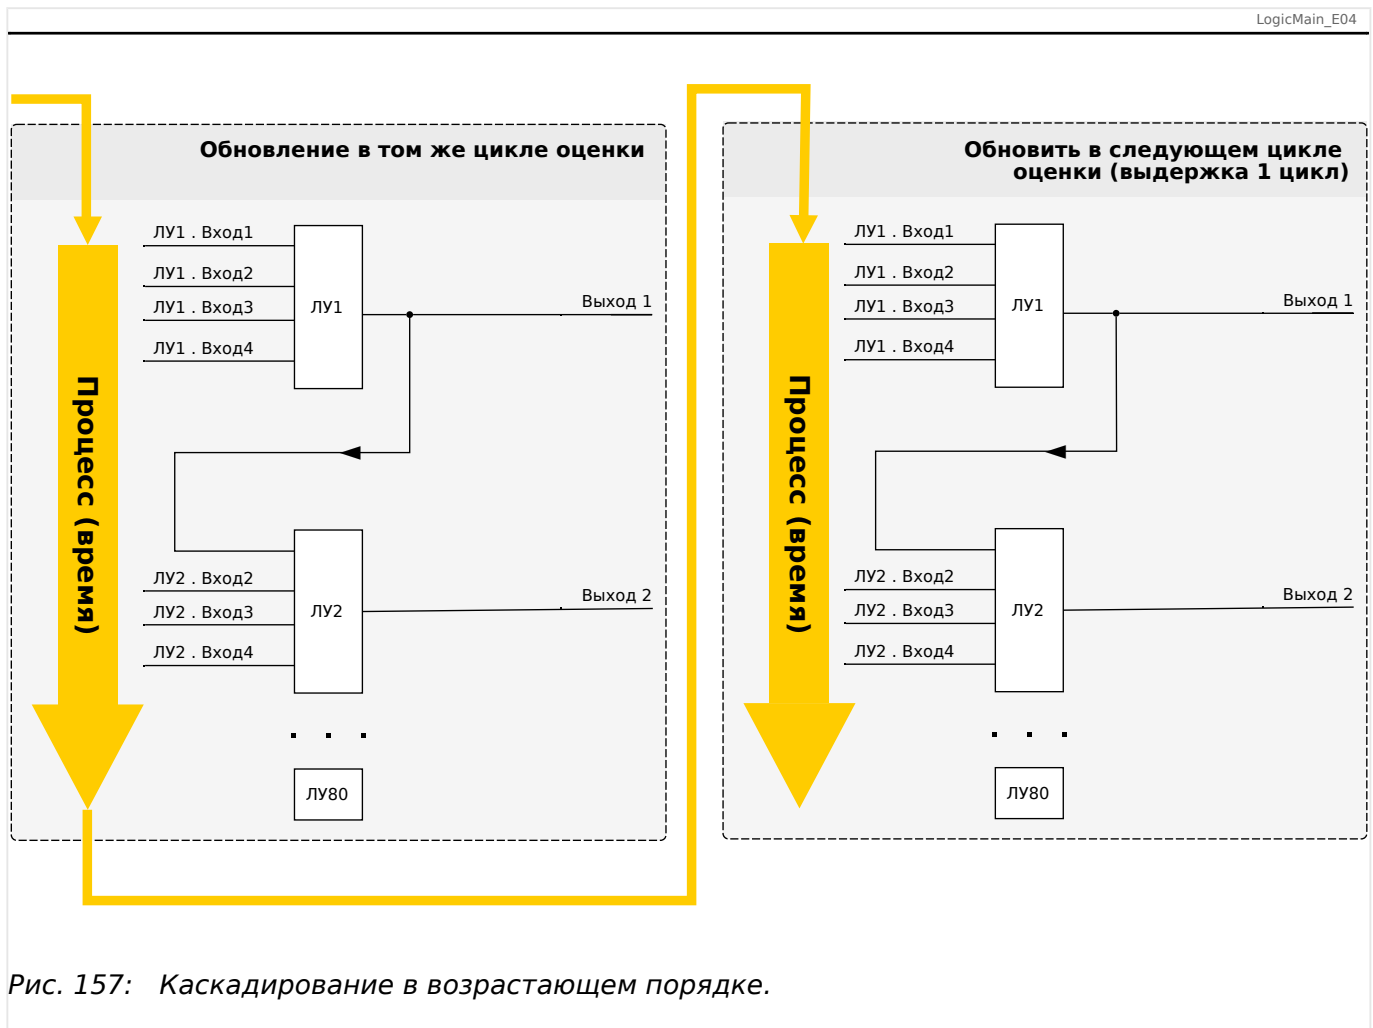
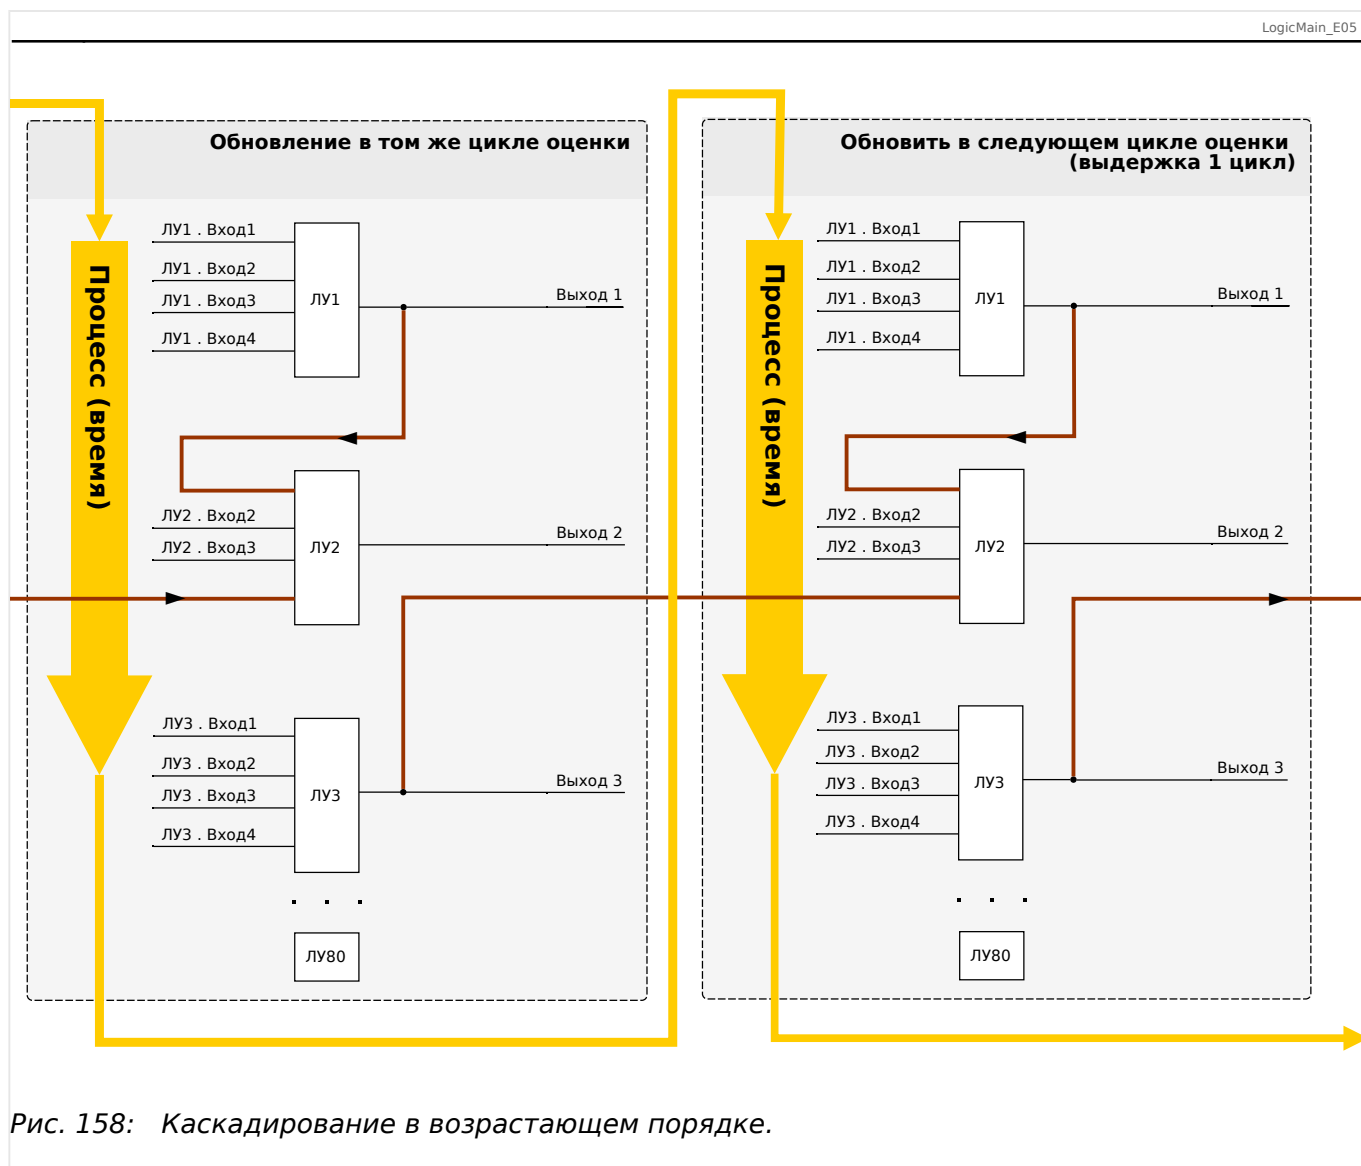

Рис. 157: Каскадирование в возрастающем порядке.
Рис. 158: Каскадирование в возрастающем порядке.
- **Возрастающий** порядок означает, что некий выходной сигнал поступает на вход одного из логических уравнений с **более высоким** номером. На приведенном ниже графике  Рис. 157 приводится пример, когда результат логического уравнения ЛУ1 используется в качестве входного сигнала для логического уравнения ЛУ2.
- **Нисходящая** последовательность означает, что некий выходной сигнал поступает на вход одного из логических уравнений с **меньшим** номером. На графике  Рис. 158 приводится пример, когда результат логического уравнения ЛУ3 используется в качестве входного сигнала для логического уравнения ЛУ2.
И возрастающий, и убывающий порядки можно не только использовать, но и комбинировать, при этом разница будет заметна не сразу. Однако, как показано в разделах  Рис. 157 и  Рис. 158 ниже, благодаря определению состояний всех уравнений в возрастающем порядке фактические рабочие значения, поступающие на вход любого из них, будут иной степени зрелости.
В представленном выше примере  Рис. 158 для «логического уравнения 2» используются состояния выходов двух других уравнений — «логического уравнения 1» и «логического уравнения 3». Результат «логического уравнения 1» используется в возрастающем порядке и, следовательно, определен в ходе того же рабочего цикла. Результат «логического уравнения 3» используется в убывающем порядке и, следовательно, определен в ходе предыдущего рабочего цикла.